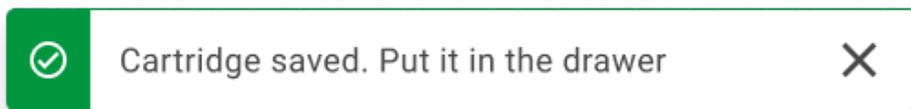

Figura 25. Schermata cartuccia salvata
10. Una volta eseguita la scansione, la seguente finestra di dialogo appare brevemente nella parte superiore dello schermo (Figura 25).